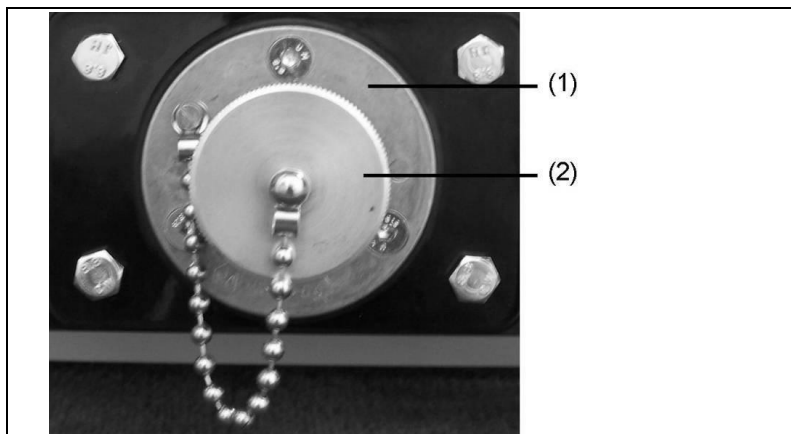

Fig. 5-11: Presa di collegamento per accessorio a 12V
1. Svitare il tappo di protezione (Fig. 5-11-(2)) della presa di collegamento a 12V (Fig. 5-11-(1)) in senso anti-orario.
6. Avvitare il tappo di protezione (*Fig. 5-11-(2)*) della presa del collegamento a 12V girandolo in senso orario.